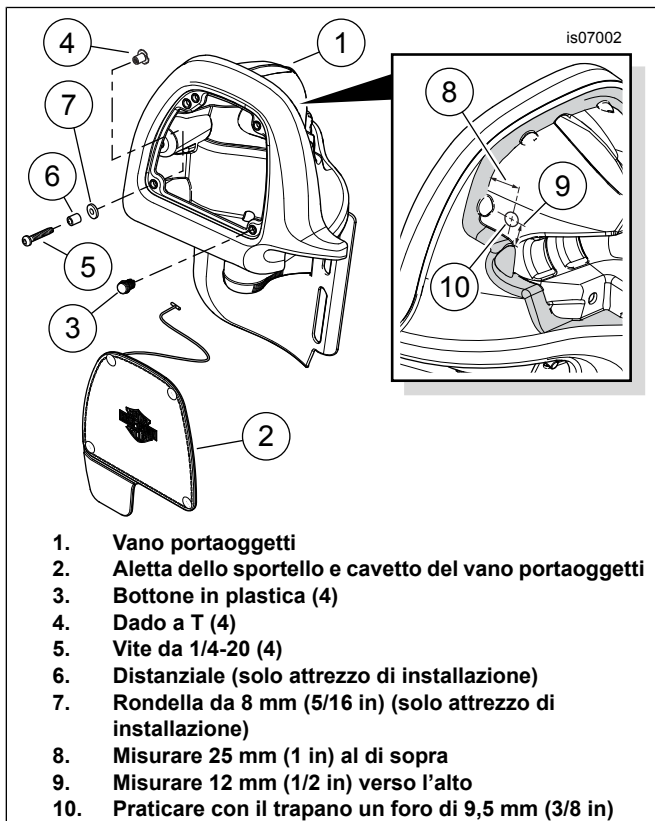

Figura 1. Preparare il vano portaoggetti per l'installazione dell'altoparlante (illustrato lato sinistro)
1. Vedere Figura 1. Rimuovere l'aletta dello sportello e il cavetto (2) dal vano portaoggetti (1) su una carenatura inferiore. Tagliare il retro dei quattro bottoni in plastica (3), rimuoverlo dalla parte anteriore del cassetto portaoggetti e gettarlo via.